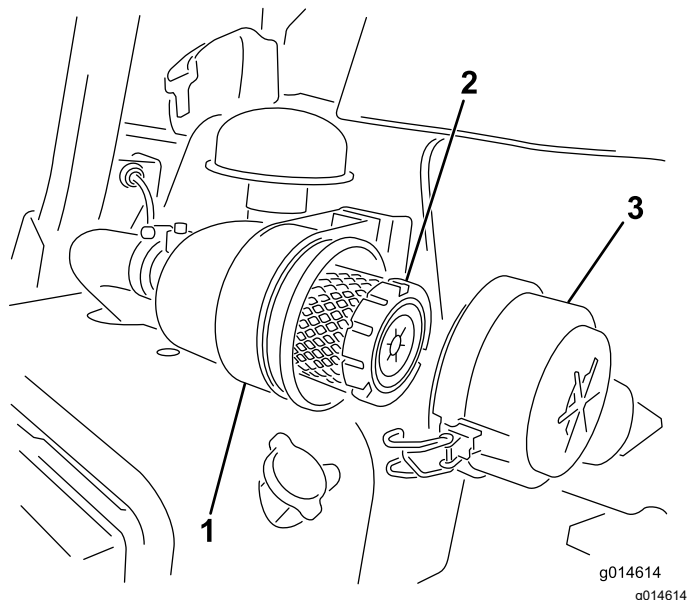

図 28
- エアクリーナのカバーをボディーに固定しているラッチを外す 図 28。
7. ラッチをしっかりと掛ける 図 28。